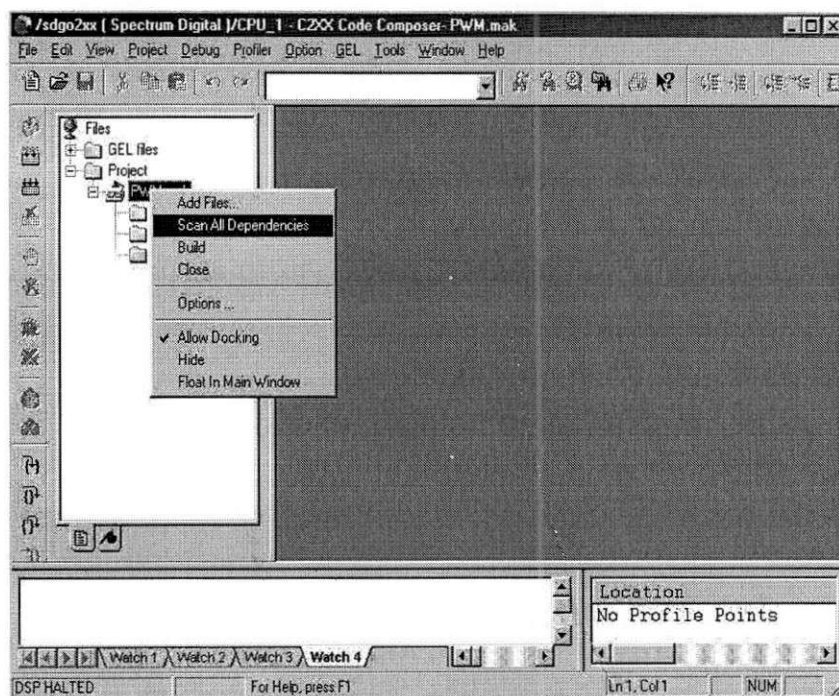

Figura 14.4: Tela do ambiente *Code Composer* com o procedimento para verificar todas dependências.
5. **Criar o arquivo de cabeçario:** *File* ⇒ *New* ⇒ *Source File*. Dê um nome ao arquivo de cabeçario e o salve na pasta do projeto. Por exemplo, LF2407A.h. Esse arquivo contém a definição dos endereços dos registradores do DSP que serão usados no programa principal. Dê um *click* com o botão direito do mouse em cima do ícone do projeto PWM.mak e em seguida *click* em *Scan All Dependencies*. Na figura 14.4 está ilustrado esse processo.